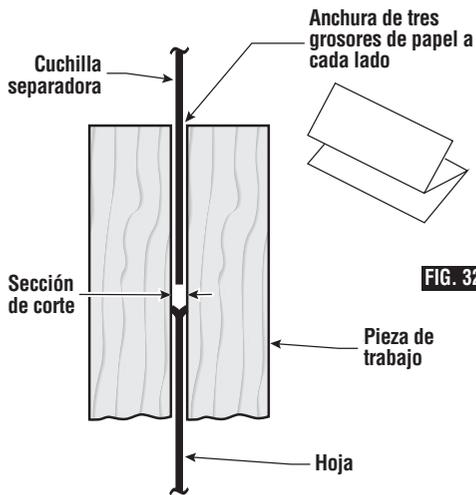

FIG. 32
IMPORTANTE: La cuchilla separadora debe estar siempre en línea con la hoja de sierra. La cuchilla separadora es más delgada que la anchura de la sección de corte en aproximadamente cinco grosores de papel a cada lado, dependiendo del grosor del papel que se utilice (Fig. 32).
4. Utilizando el tope-guía para cortar al hilo como guía, compruebe la alineación de la cuchilla separadora con el plano de la hoja de sierra. Como la cuchilla separadora es más delgada, aproximadamente tres grosores de papel a cada lado, que la anchura de la SECCIÓN DE CORTE de la hoja (Fig. 32), usted debe hacer un “calibre espaciador” de papel temporal. Haga dos pliegues en un pedazo pequeño (6 x 6 pulgadas) de papel de periódico ordinario, haciendo tres grosores. Coloque el calibre espaciador de papel entre la cuchilla separadora y el tope-guía para cortar al hilo (Fig. 34).
6. Haga dos pliegues en un pedazo de papel pequeño (6 x 6 pulgadas), formando tres capas (Fig. 32). El papel se utiliza como “calibre espaciador”.